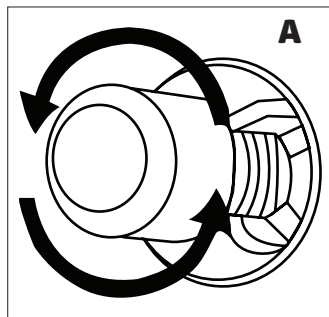
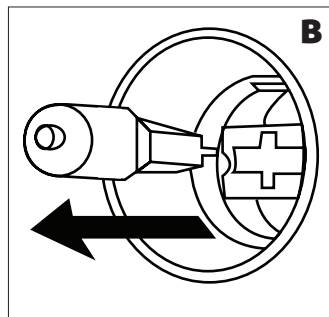

Figura 20
Figura 21
3. Depois remover a lâmpada do forno rodando-a (ver figura 20) se for do tipo **A**, ou puxando-a (ver figura 21) se for do tipo **B**.